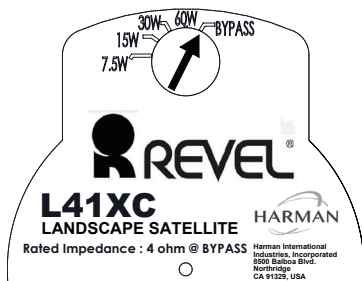

図20
4. 図20に示されているように、トランスタップを「バイパス」に変更するには、平頭ドライバーを使用します。